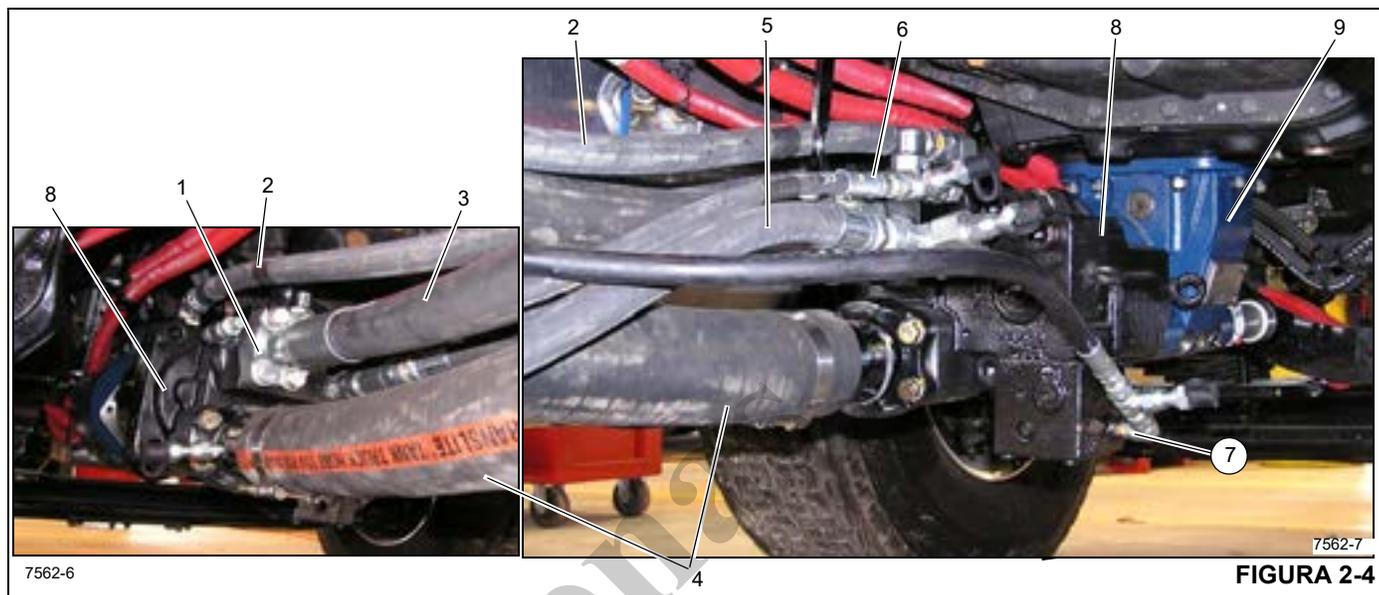

FIGURA 2-4
Lista de itens da Figura 2-4
A pressão do sistema hidráulico é fornecida por uma bomba hidráulica de pistão axial montada na PTO (Tomada de força) do caminhão (Figura 2-4). A bomba hidráulica requer uma PTO com capacidade nominal de 156,5 kw (210 hp) a 2200 rpm.
4. Encha a carcaça da bomba com fluido hidráulico. Derrame o óleo diretamente no orifício de drenagem superior da caixa (Figura 2-4).